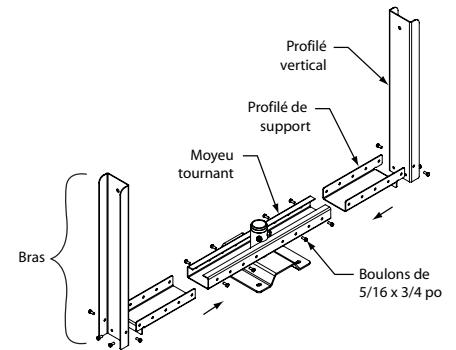

Figure 8 — Assemblage du support de fixation au plafond
- Voir la Figure 8. Attacher un (1) profilé vertical à un (1) profilé de support avec